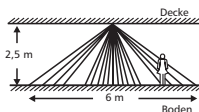

Abb. 2
- Achten Sie darauf, dass dieser Platz vor direktem Sonnen- oder Fremdlicht bzw. vor Wärme geschützt ist. Dies kann sonst zu Fehlalarmen bzw. zu einer verringerten Reichweite der Fernbedienung führen. Bei einer Montagehöhe von 2,5 m ist der Erfassungsbereich ca. 6 m Durchmesser (s. Abb. 2).